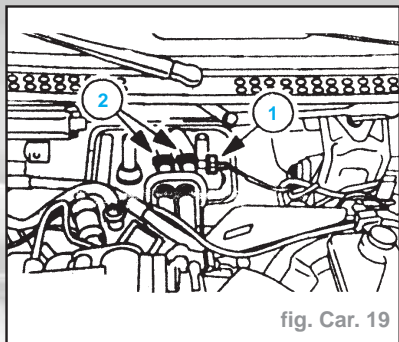

fig. Car. 19
- Déposer les durits de chauffage (fig. Car. 19).
- Débrancher le connecteur de la vanne d'eau de chauffage (1).
- Déposer les durits de refroidissement à l'aide de l'outil spécial **24-003 (2)**.
- Débrancher les durits de chauffage à l'aide de l'outil spécial 24-003 (2).